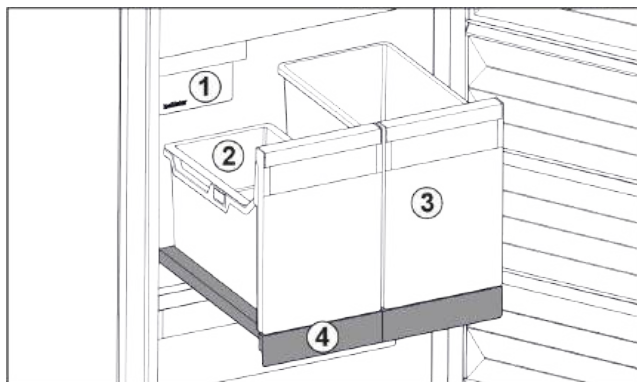

Fig. 79 Auszugsbord mit IceTower
Auf dem Auszugsbord sind zwei hohe Behälter (IceTower). Im Behälter Fig. 79 (2) werden Eiswürfel aus dem IceMaker gesammelt und gelagert. Behälter Fig. 79 (3) eignet sich für die Lagerung von hohen Lebensmitteln wie Pizzen oder alkoholischen Getränken.